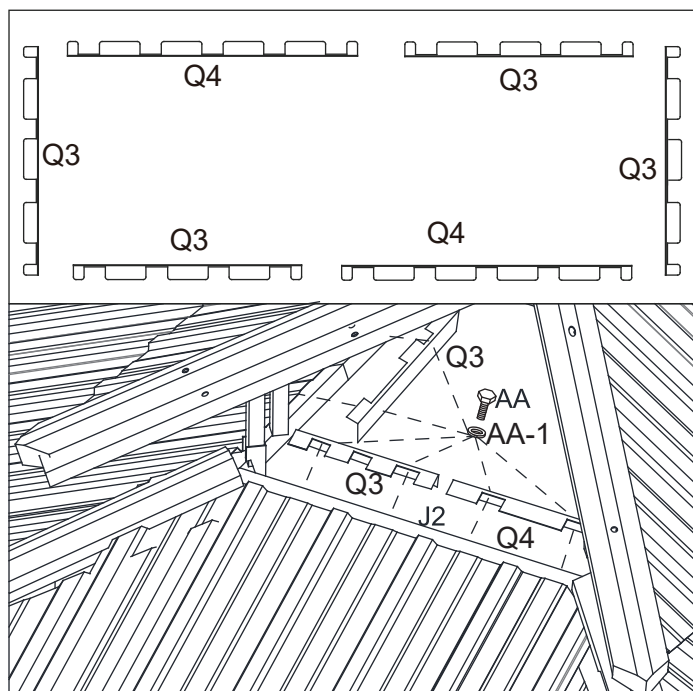

Figure 16-2
16.2. Attacher la garniture du cadre central du toit principal (Q3/Q4) au cadre central du toit principal (J1/J2) à l'aide des boulons (AA) et des rondelles (AA-1). Répétez l'opération pour tous les côtés. Serrez tous les boulons. Voir les figures 16-2 et 16-3.